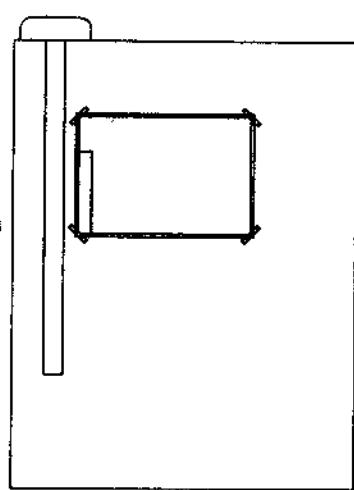

图1
(1) 固定图纸：将图纸用透明胶带固定在图板上，为便于丁字尺使用，图纸应靠近图板的左下角，并且图纸下边与图板底边之间的距离大于丁字尺的尺宽，如图1所示。